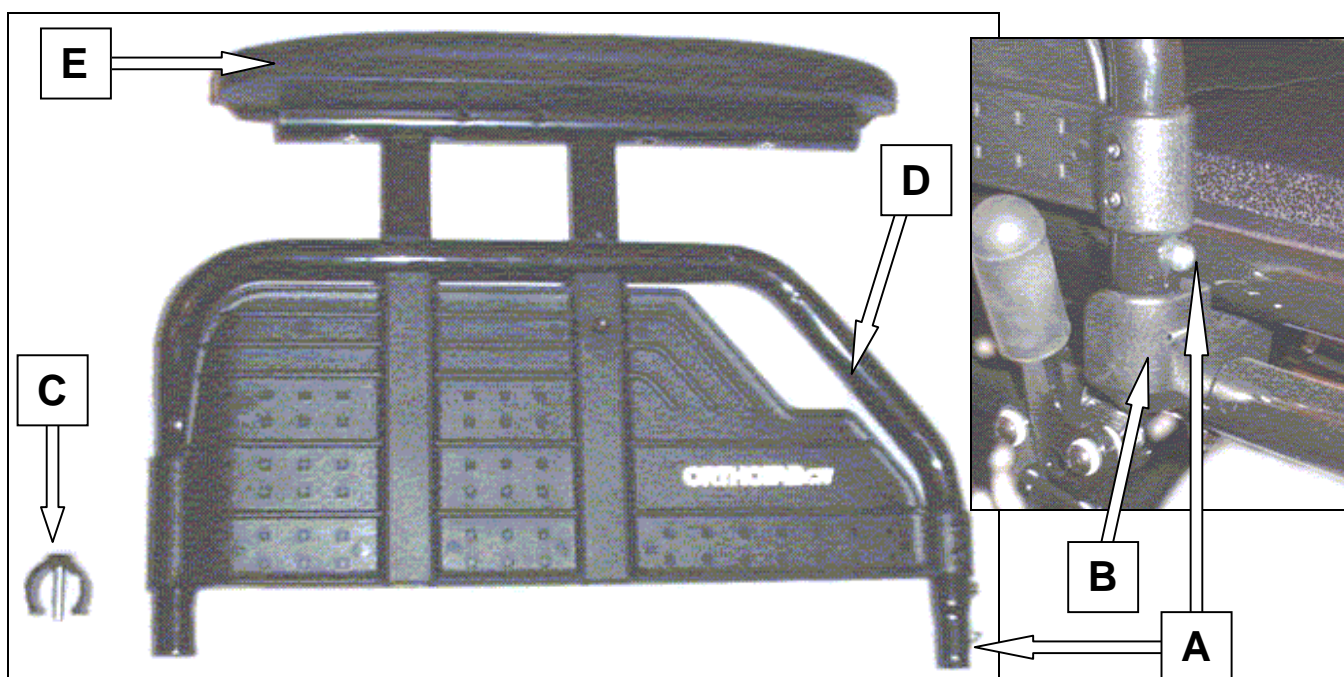

Figure 27 : Appui-bras, escamoter et enlever.
1. Pour escamoter l'appui-bras, appuyer sur le bouton (A) puis saisir l'appui de transfert (D) en exerçant un mouvement vers le haut (voir; figure 27) ;
2. Pour rabattre l'appui-bras, aligner l'appui de transfert (D) dans le socle avant (B) et exercer une pression vers le bas. Il se peut que vous ayez à exercer une légère pression sur le bouton (A) pour permettre son verrouillage ;
3. Après avoir remis l'appui-bras en place, assurez-vous que celui-ci est bien verrouillé dans son socle avant (B) en essayant de le soulever par l'appui de transfert (D).